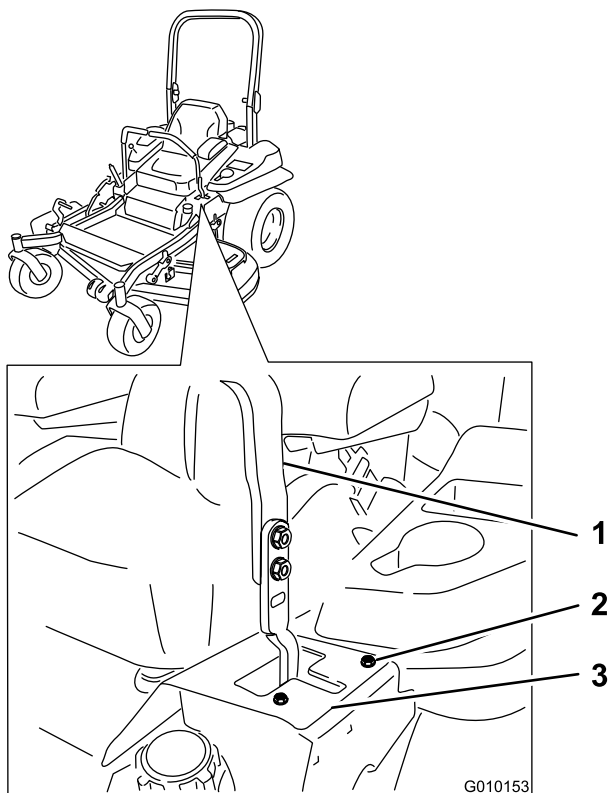

Figura 76
- Si se desvía hacia la derecha, afloje los pernos y ajuste la chapa del tope izquierdo hacia atrás en la ranura en T de la izquierda hasta que la máquina avance en línea recta (Figura 76).
- Si se desvía hacia la izquierda, afloje los pernos y ajuste la chapa del tope derecho hacia atrás en la ranura en T de la derecha hasta que la máquina avance en línea recta (Figura 76).
6. Apriete la chapa del tope (Figura 76).